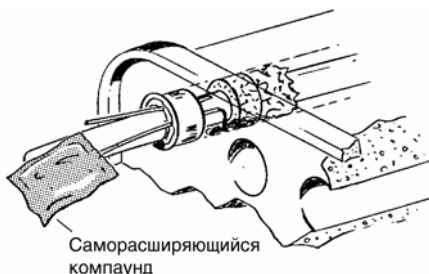

Рис.14.4. Заливка компаунда в канал
14.7. Вставить выпускной наконечник пакета в трубку, расположенную в позиции сбоку. Выдавить содержимое пакета через трубку в канал. Оставить трубки в канале и дать излишкам компаунда вытечь наружу после расширения (рис. 14.4).